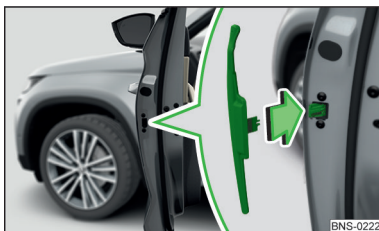

Fig. 55
- Installer une nouvelle bordure de protection dans les rainures dans **le sens de la flèche** » fig. 55.